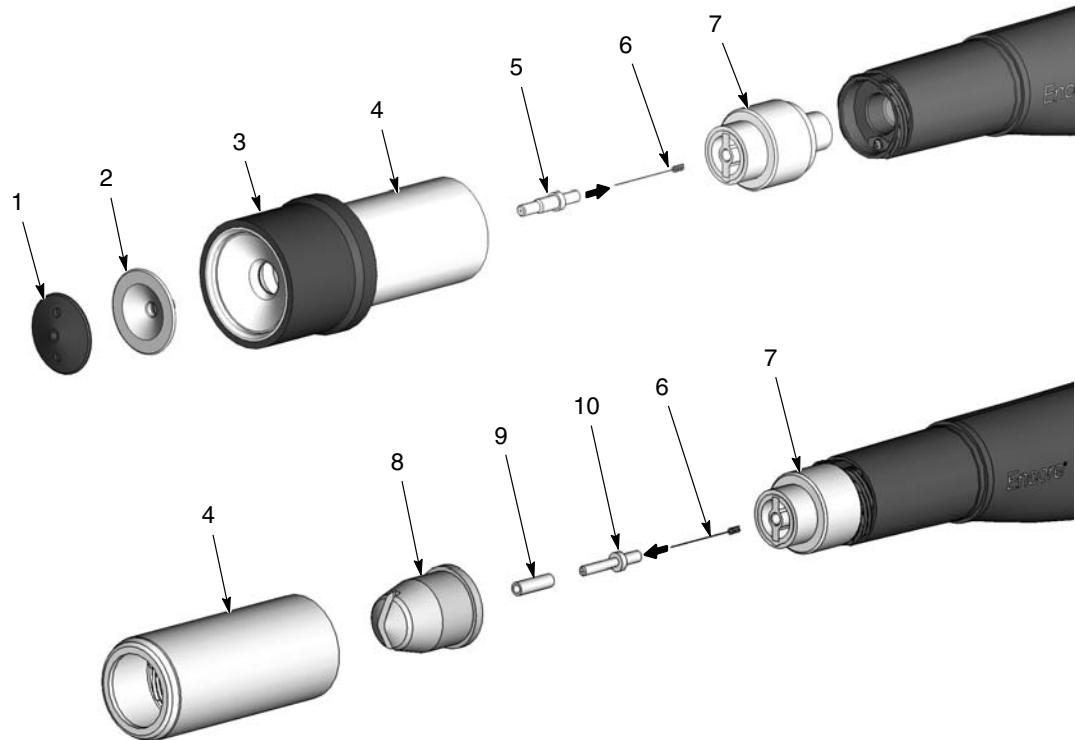

Figura 3-5 Cambio de boquilla de aplicación cónica a plana o de esquina
Ver la figura 3-5. Para cambiar de una boquilla cónica estándar a una boquilla de aplicación plana o de esquina, es necesario solicitar:
2. Ver la figura 3-5. Extraer la boquilla de la pistola:
**Boquilla cónica:** Desatornillar la tapa del deflector (1), después retirar el deflector (2). Desatornillar la tuerca de la boquilla (4) y extraerla junto con la boquilla y el manguito de aplicación (3) desde la pistola.
**Boquilla de aplicación plana o de esquina:** Desatornillar la tuerca de la boquilla (4) y extraerlo con la boquilla (8) desde la pistola.
3. Extraer el soporte de electrodo (7) de la pistola.
6. En caso de utilizar una boquilla cónica, extraer el manguito de aplicación (3) de la boquilla y la boquilla. Limpiar todas las piezas extraídas con una pistola de limpieza por aire comprimido. Limpiar las piezas utilizando un paño limpio y seco.